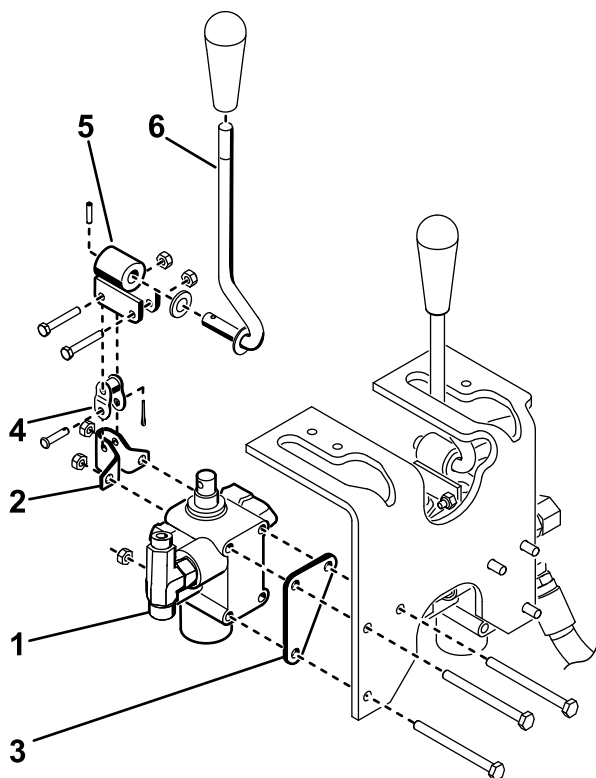

Figura 10
4. Montai ansamblul supapei, suportul pivotant i placa supapei pe cadru cu 3 uruburi ($\frac{1}{4} \times 3"$) i 3 contrapiulie (Figura 10). Când montai, poziionai placa supapei pe partea din față a cadrului i strângerii elementele de fixare la 10 – 12 Nm.
5. Montai fără a strânge ansamblul manetei pivotante pe bobina supapei i zaua cotită cu 2 uruburi ($\#10 \times 1 \frac{1}{4}"$) i 2 contrapiulie (Figura 10).